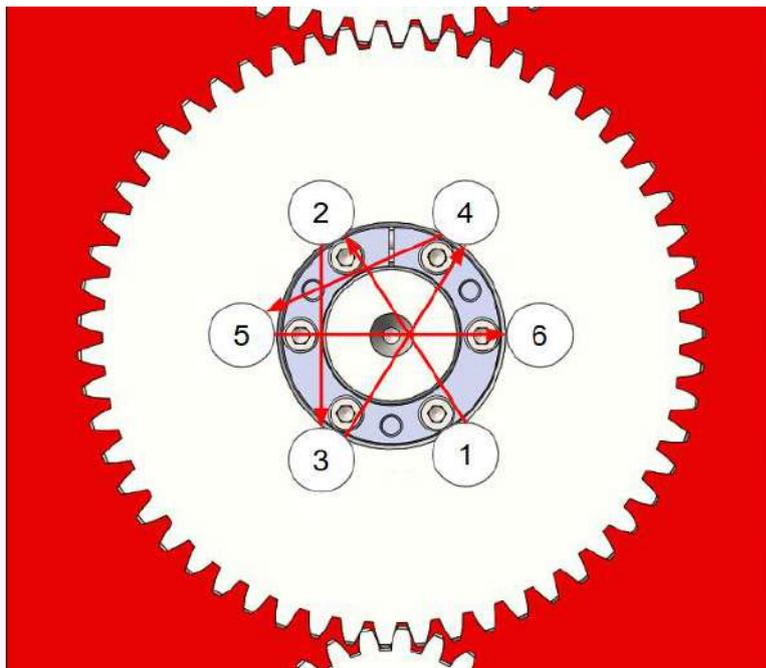

Рисунок 39. Затягування конусної муфти
3. Встановіть зажимну муфту і зубчасте колесо на вал і встановіть леза точно один проти одного, виставивши частини муфти так, щоб їх технологічні пази були максимально віддалені один від одного. Використовуючи динамометричний ключ, затягніть болти конусної муфти. Гвинти повинні затягуватися послідовно, згідно схеми (Рис. 39) поступово збільшуючи момент затягування до 60 Nm.